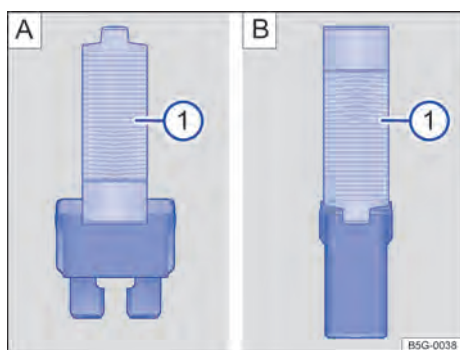

Fig. 146 Retirar o colocar el fusible con la pinza de plástico: [A] fusible plano, [B]: fusible de bloqueo.
- Si es necesario, sacar el útil de agarre de plástico → fig. 146 ⓘ de la cubierta de la caja de fusibles.
- De acuerdo con la versión del fusible, colocar las pinzas de toma adecuadas del alicate plástico → fig. 146 [A] ⓘ o → fig. 146 [B] ⓘ lateralmente en el fusible.